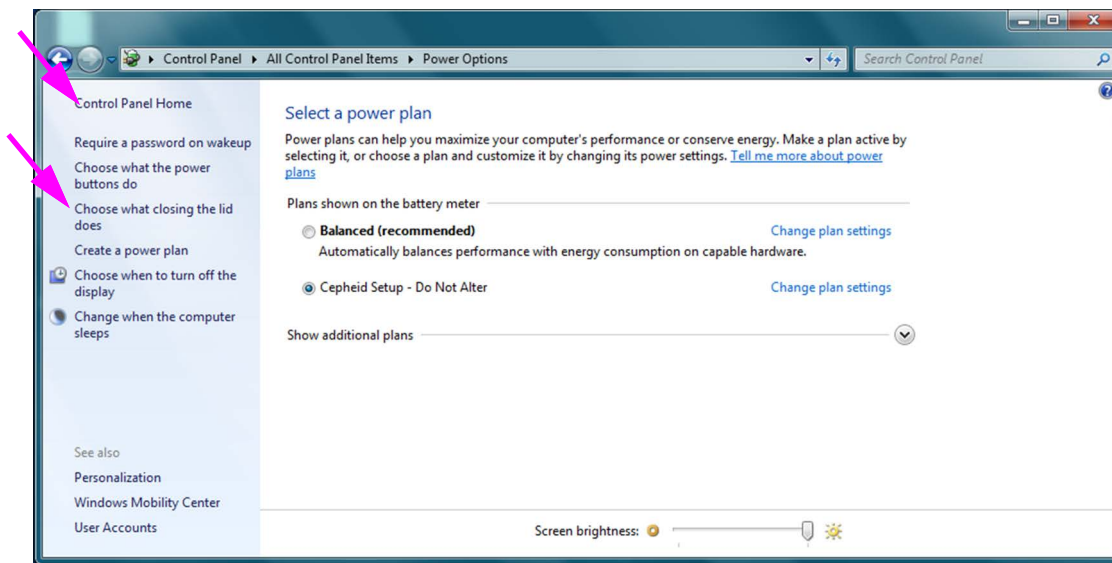

Abbildung 2-22. Fenster „Power Options“ (Energieoptionen)
- A. **Desktop-Computer:** Bestätigen Sie, dass der Wert **Setting (Einstellung)** auf null (0) oder **Never (Nie)** eingestellt ist. Ändern Sie andernfalls den Wert **Setting (Einstellung)** auf null (0) oder **Never (Nie)**.
- B. **Nur für Laptop-Computer:** Bestätigen Sie, dass die Werte für **On battery (Akkubetrieb)** und **Plugged in (Netzbetrieb)** auf **Never (Nie)** eingestellt sind. Klicken Sie andernfalls auf **On battery (Akkubetrieb)** und/oder **Plugged in (Netzbetrieb)** und stellen Sie den Wert in der auswählbaren Option mit dem Auf-/Abwärtspfeil auf null (0) ein.
8. Klicken Sie auf **Cancel (Abbrechen)**, um das Fenster „Edit Plan Settings“ (Energiesparplaneinstellungen bearbeiten) zu schließen. Das Fenster „Power Options“ (Energieoptionen) erscheint (siehe Abbildung 2-22).